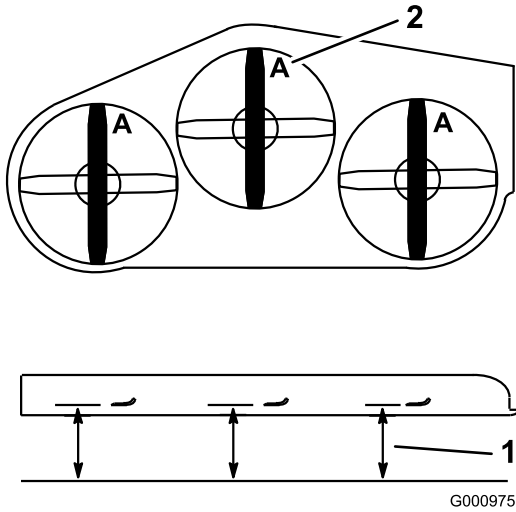

図 78
4. Aの位置で(図 78)、平らな床面からブレードの刃先までの高さを測る。